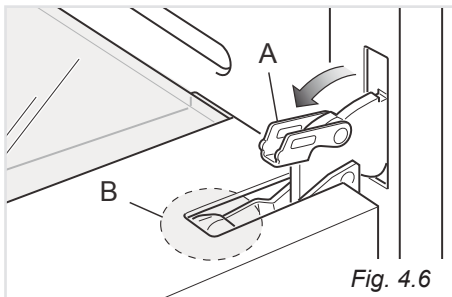
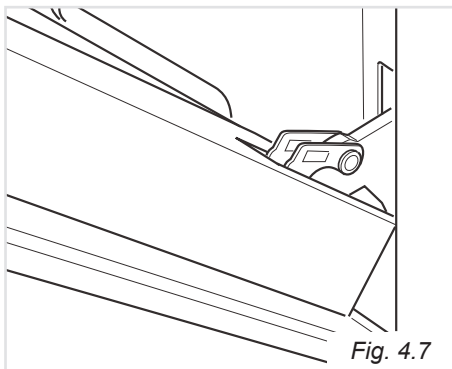

Fig. 4.6
Fig. 4.7
- Aprire completamente la leva "A" delle cerniere destra e sinistra (fig. 4.6).
- Socchiudere dolcemente la porta (fig. 4.7) fino a quando le leve "A" delle cerniere destra e sinistra si agganciano alla parte "B" della porta (fig. 4.6).